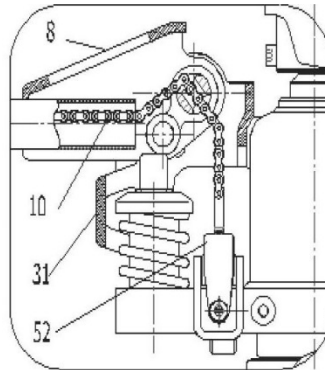

Рис. 2
4.4. Після цього, ланцюг трубки рукоятки 10 пропустити крізь отвір стержня вала 23. (див. рис. 2)
4.5. В отвір пластини 52 вставити гвинт і за допомогою гайки закріпити кінець ланцюга 10. (див. рис. 2, 4)